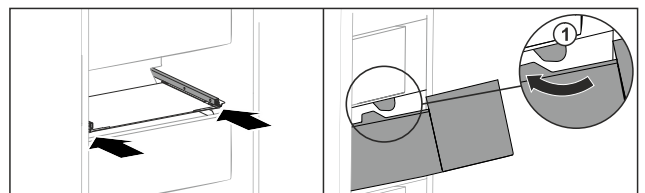

Fig. 251
- ▶ Schubfach um die Stopper *Fig. 251 (1)* herumführen.